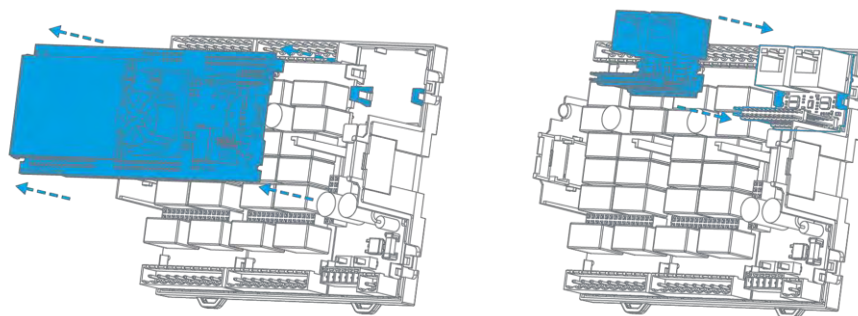

Рис. 67 – Снятие процессорной платы и установка платы сетевого модуля
- Извлеките из прибора процессорную плату, потянув её на себя и установите в основание корпуса плату сетевого модуля (см. Рис. 67);